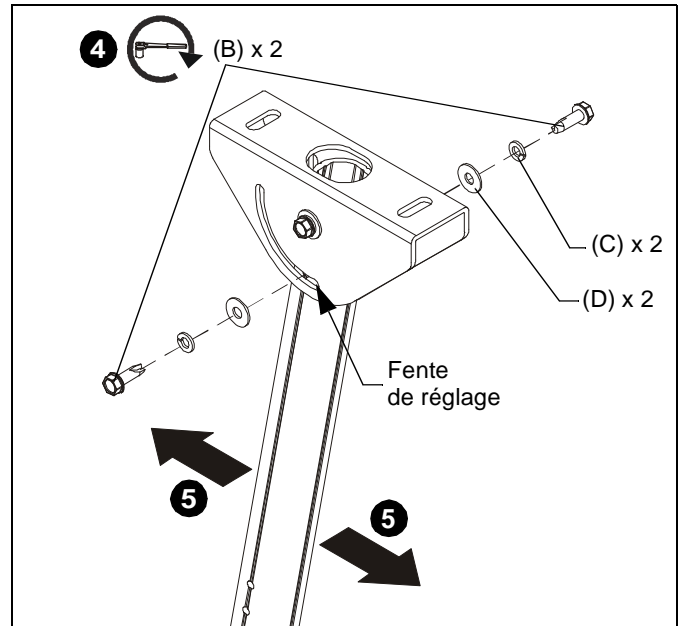

Figure 4
- Finissez l'installation en serrant légèrement la colonne d'extension au CPA365 à l'aide de deux vis autotaraudeuses à tête hexagonale de 5/16-18 x 1" (B), deux rondelles frein fendues de 5/16" (C) et deux rondelles plates de 5/16" (D) dans la fente de réglage du CPA395 et dans le troisième trou de la colonne d'extension. (Voir la Figure 4)
- Réglez la colonne d'extension à l'angle souhaité. (Voir la Figure 4)